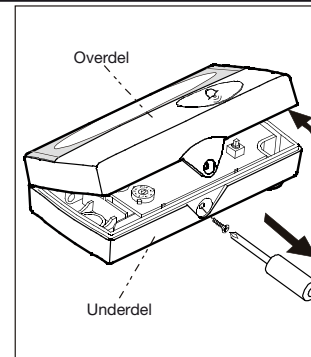

Fig. 1
1. Benyt en stjerneskruetrækker til at løsne overdel. Fig. 1.